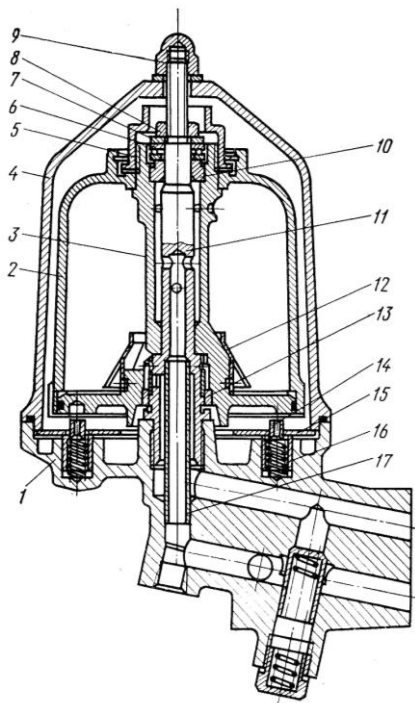

Рис. 1.10. Центробежный масляный фильтр:
- отверните колпачковую гайку 9 крепления колпака фильтра (рис. 1.10) и снимите колпак 4 фильтра.